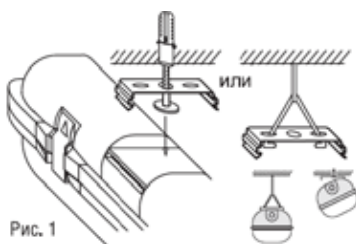

Рис. 1
3. Наметьте и просверлите четыре отверстия для установочных кронштейнов на поверхности стены или потолка по месту установки (Рис. 1). Расстояние между центрами отверстий указано в таблице и может варьироваться в пределах ± 5 мм, на Ваше усмотрение.